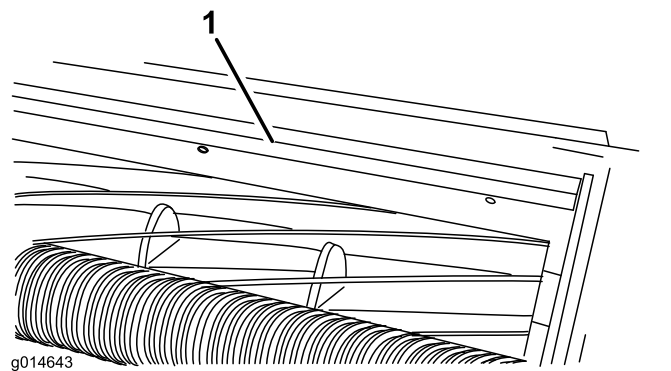

Figura 20
1. Desaperte os parafusos que fixam a barra superior (Figura 20) à unidade de corte.